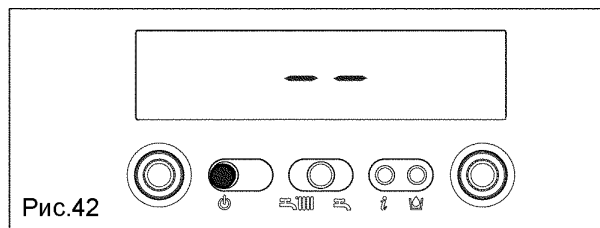

Рис.42
- ⚠ При программировании параметров котел должен быть выключен (OFF). Для этого нажмите кнопку , чтобы на дисплее загорелись две черточки "--" (рисунок 42).
Котел перейдет в состояние "--" (выключен). Для возобновления его работы нажмите кнопку  (рис. 42).